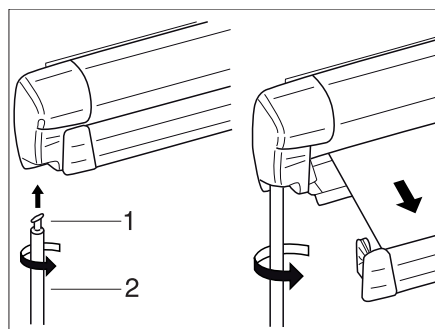

Fig. 36 Tenda
- Agganciare il gancio (Fig. 36,1) della manovella (Fig. 36,2) nell'occhiello dell'ingranaggio e ruotare di 90°.